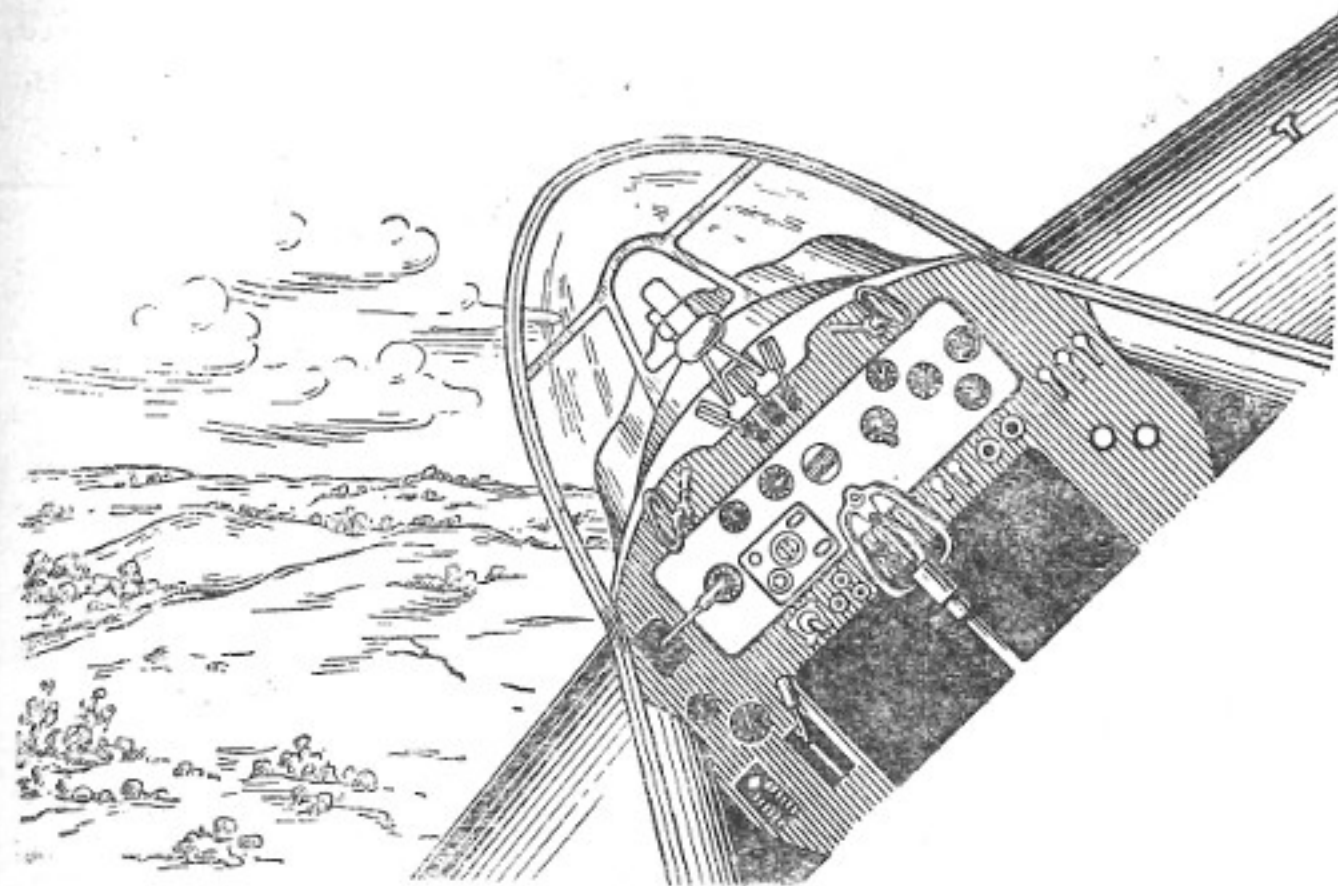

Рис. 8. Положение самолёта относительно горизонта в развороте на подъёме
4. Координированными движениями ручки и педали ввести самолёт в разворот (рис. 8).
12. Основным ориентиром для сохранения заданного крена является угол, заключённый между горизонтом и передней кромкой крыла (рис. 8). Крен более 40° при разворотах во время полёта по прямоугольному маршруту не допускается.